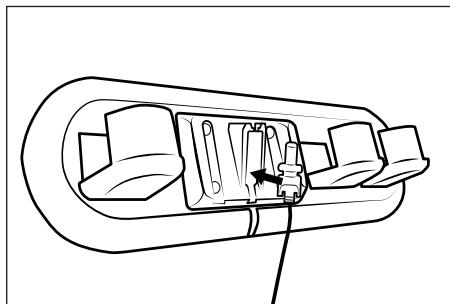

Abb. 4
- 1) Nehmen Sie die Wandhalterung 18 aus der Zubehörhalterung 17. Setzen Sie den Hohlstecker 11 des Netzadapters 10 in die Wandhalterung 18 ein (siehe Abb. 4). Fixieren Sie den Hohlstecker 11, indem Sie ihn drehen.